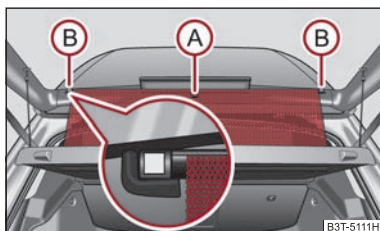

Fig. 61 Desenrollar la cortinilla antisolar enrollable
- Extraer la cortinilla antisolar enrollable por el tirador (A) ⇒ fig. 61 y colgarla en el soporte magnético (B).